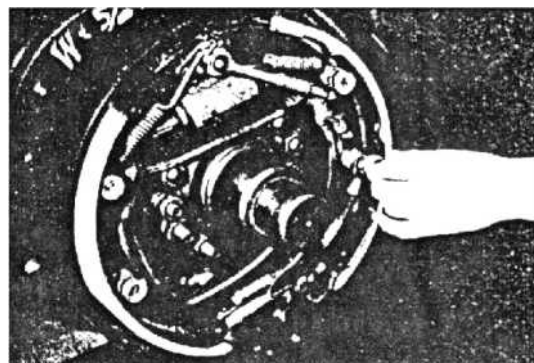

Рис. 8-9
(1) Снимите фиксированную пружину вспомогательной тормозной колодки. Извлеките регулировочный рычаг, шток выталкивателя и возвратную пружину штока выталкивателя (рис. 8-9).